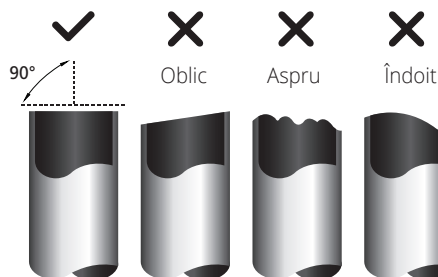

Fig. 7.1
1. Asigurați-vă că țeava este tăiată la un unghi perfect de 90°. Consultați Fig. 7.1 pentru exemple neconforme de tăiere.